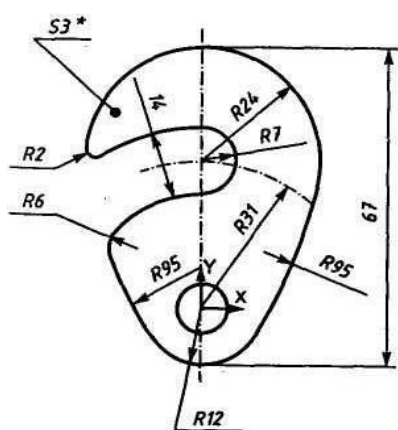

Рис. 61
**ЗАДАНИЕ.** Построить детали крюка рис. 61 и подвески рис. 62 по заданным размерам с использованием сопряжений и примера, рассмотренного в упражнении 1.